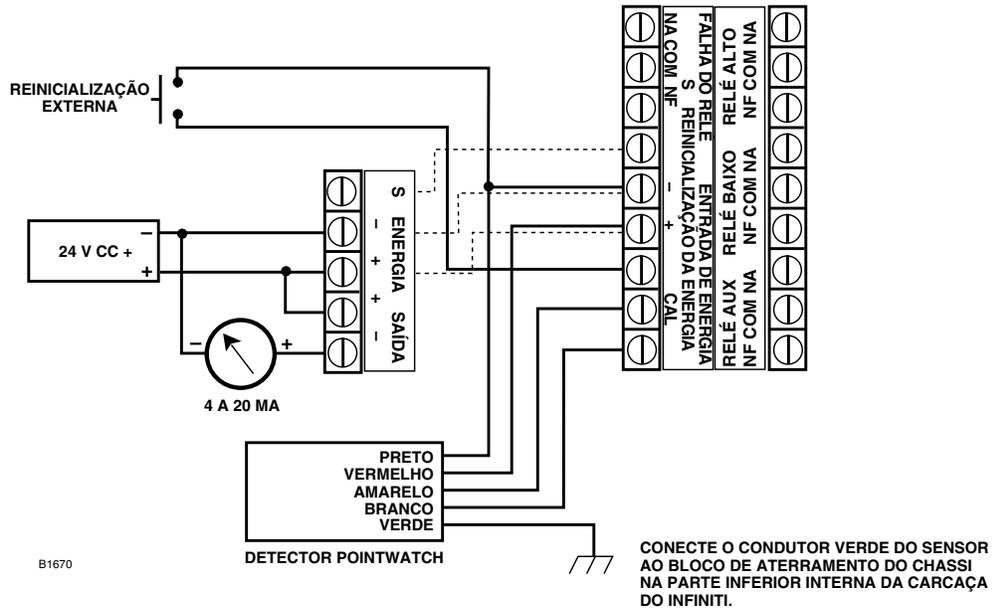

Figura 9 — Um sistema típico, Transmissor Infiniti com um detector PointWatch e saída de corrente não isolada
- Figura 9 — Um sistema típico, Transmissor Infiniti com um detector PointWatch e saída de corrente não isolada
O terminal de entrada da reinicialização externa, quando aterrado momentaneamente, normalmente somente inicia uma reinicialização de relé/visor. Consulte a Figura 9. Entretanto, se a opção "EXT" "CAL" estiver programada como "YES" durante o procedimento de configuração do Infiniti, a reinicialização externa duplica a chave de palheta magnética (Caneta magnética) e pode ser usada para executar calibração.